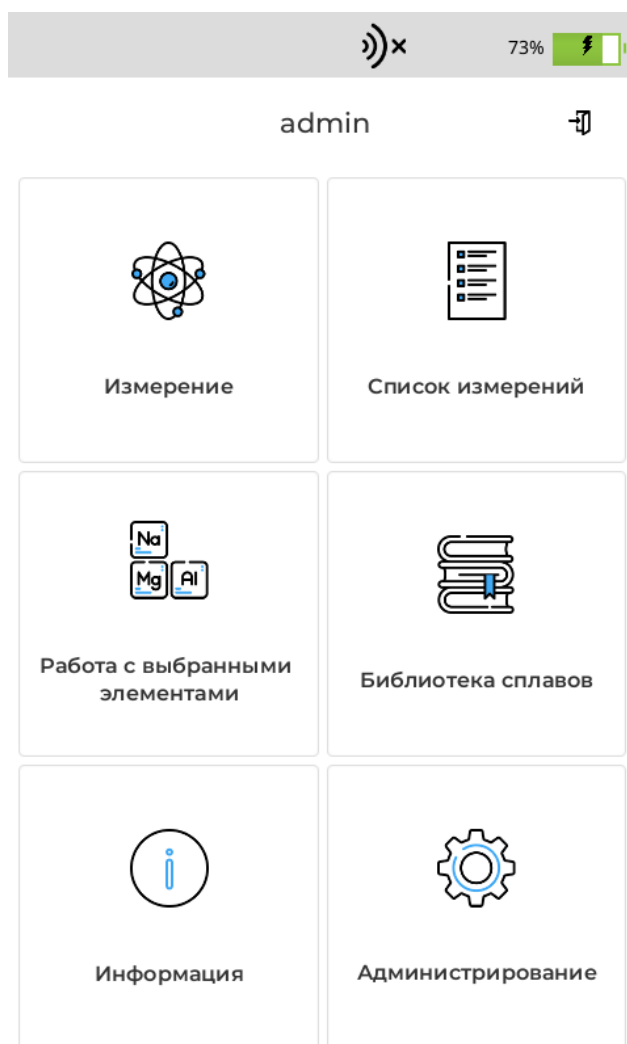

Рисунок 18 – Главное меню программного обеспечения Анализатора
8. После ввода кода-пароля на дисплее отобразится главное меню (рисунок 18).